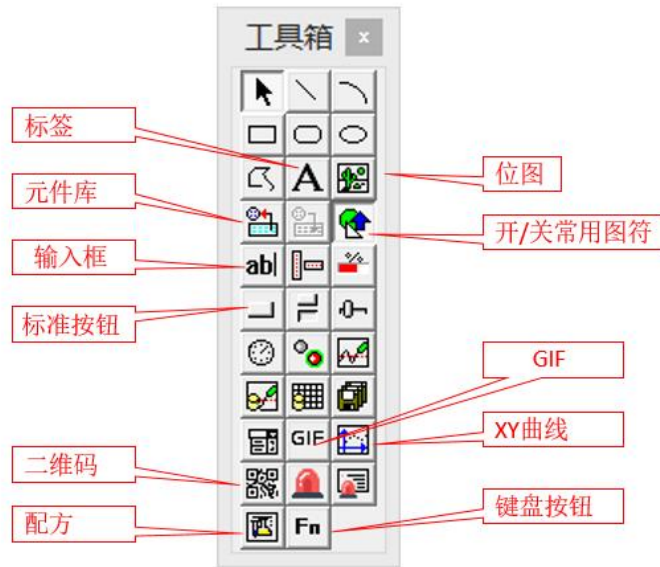

图 3.2.5
- 工具箱中常用的构件有：标签、输入框、标准按钮和位图等。如图 3.2.5 所示。